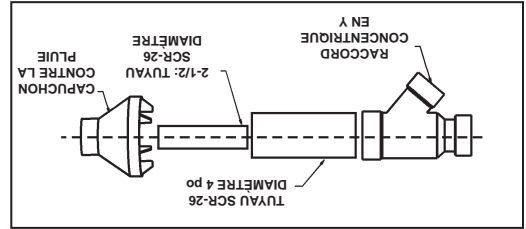

Figure : 25
REMARQUE : Si l'ensemble doit être allongé pour satisfaire l'exigence d'épaisseur du mur latéral, les 2 tuyaux fournis dans la trousse peuvent être remplacés par un tuyau SDR-26 PVC (D2241) de même diamètre fourni sur place. Ne pas étendre la dimension 53,7 cm (21-1/8 po) au delà de 1,5 m (60 po). Voir « Figure : 25 ».
- Cimenter le raccord concentrique en Y au tuyau de la trousse avec le diamètre le plus gros, voir Figure 25.